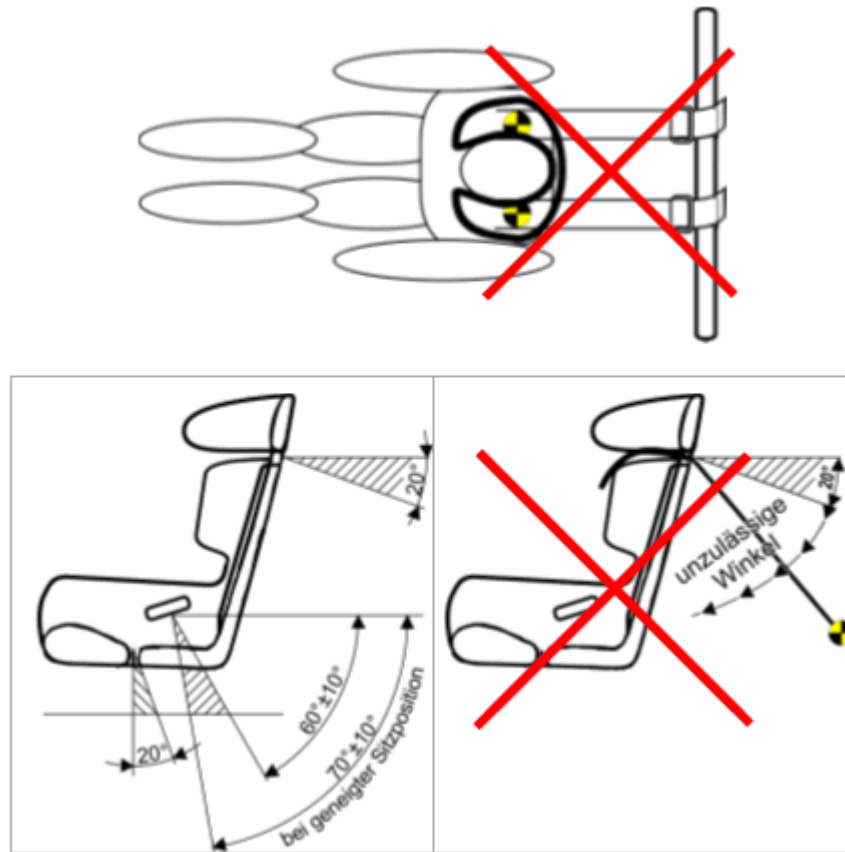

Abbildung 7
- Alle Fahrzeuginsassen müssen zu jeder Zeit die Gurte und Rückhaltesysteme benutzen, die dem Reglement entsprechen. Siehe Abbildung 7 bis Abbildung 10.
- Die Gurte müssen entweder von der FIA homologiert sein und dürfen nicht abgelaufen sein. Es wird empfohlen die Gurte drei (3) Jahre nach Herstellung zu wechseln. Gurte, können auch nach SFI 16.1 zertifiziert sein und müssen entweder alle zwei (2) Jahre gewechselt, oder vom Hersteller erneuert und rezertifiziert werden.
- Die Schultergurte sollten so nah wie möglich hinter den Sitzen verankert werden. Der Abstand sollte 300mm nicht überschreiten. Schultergurte sollten horizontal, oder unter einem maximalen Winkel von 20° nach unten verlaufen (s. Abb. C-1 und C-2). Schrittgurte sollen vom Schritt aus ca. 20° nach hinten verlaufen. Verankerungen im Bereich senkrecht vom Schritt nach unten bis ca. 20° nach hinten sind gestattet (s. Abbildung 7 bis Abbildung 9).
- Beckengurte sollten so kurz wie möglich sein. Der Abstand der Beckengurtverankerungspunkte untereinander sollte nicht größer sein als die Breite des Beckens des Benutzers oder die äußere Breite des Rennsitzes. Der Beckengurt muss so verlaufen, dass er eng in der Beuge unterhalb des Beckenkamms und den Oberschenkeln liegt. Bei aufrechter Sitzposition soll der Beckengurt ca. 60° nach hinten unten verlaufend montiert sein. In einer mehr liegenden Sitzposition, wird ein Beckengurtwinkel von 70° - 80° empfohlen. (s. Abbildung 7)